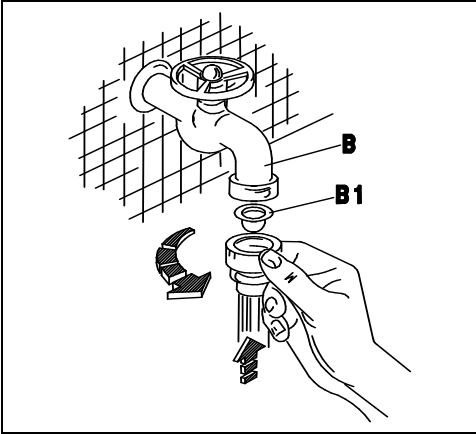
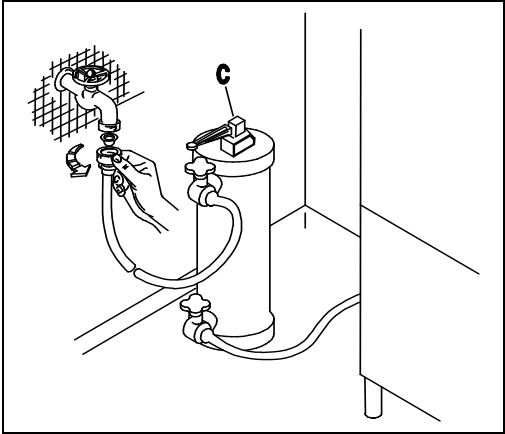
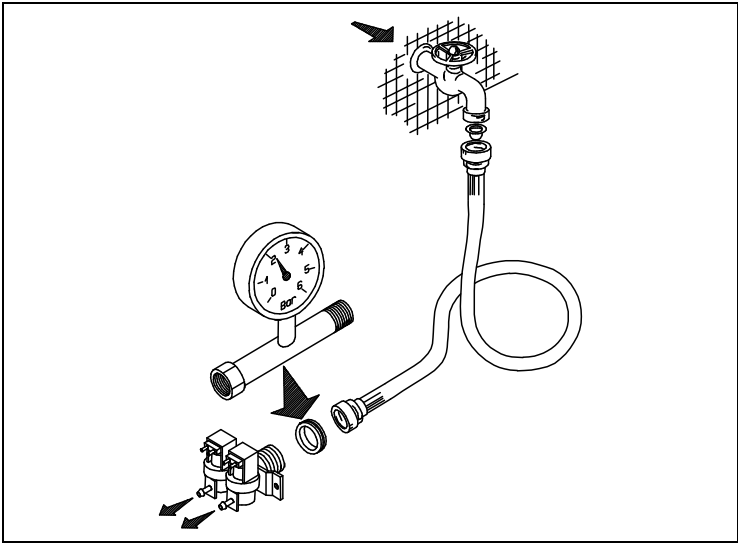
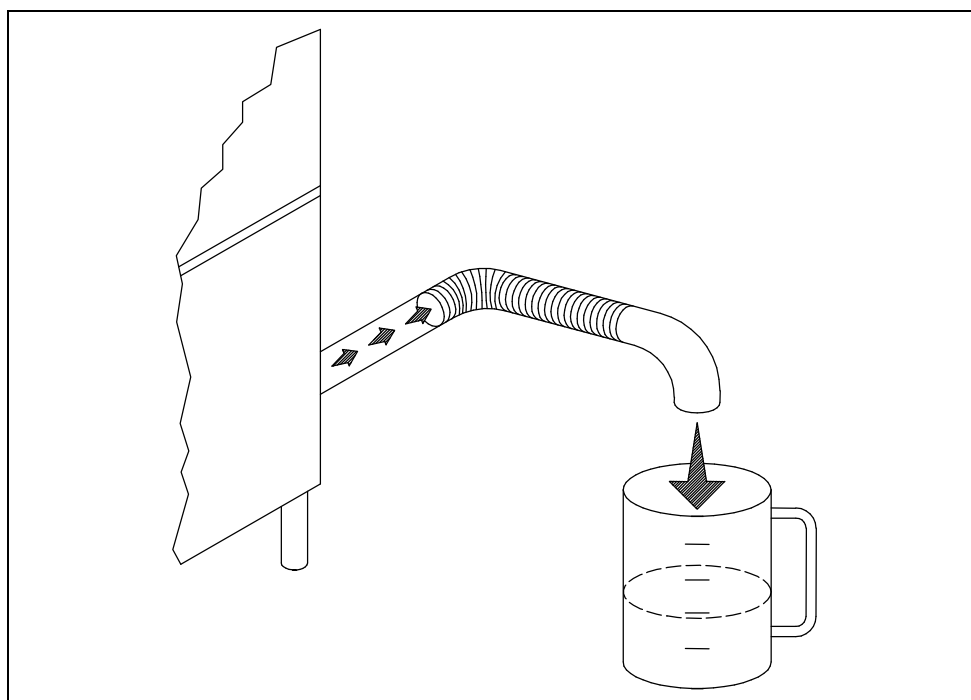

Fig. 2-2
Fig. 2-3
Fig. 2-4
Fig. 2-5
- L'apparecchio è previsto per l'allacciamento all'acqua fredda o calda (max 50 ÷ 55°C), con una pressione a valvola aperta come indicato nella Tab. 2-1. In caso di pressione superiore alla massima consigliata, bisogna installare un riduttore di pressione. In caso di pressione inferiore alla minima consigliata, bisogna installare una pompa di aumento pressione di max 0.5 Hp, con una portata di 20 L/min ed una prevalenza di 15÷20 mt.. Il controllo della pressione deve essere effettuato all'ingresso dell'elettrovalvola (ved. fig.2-4). La condotta dell'acqua deve avere un diametro interno di almeno 16/18 mm (ved.fig.2-5). Collegare il tubo di carico acqua dell'apparecchio ad un rubinetto d'intercettazione (B),posto preferibilmente nelle immediate vicinanze dell'apparecchio, interponendo l'apposito filtro in dotazione (B1) (ved. fig.2-2). Si consiglia l'installazione di un decalcificatore (C) (non in dotazione), montato a monte dell' elettrovalvola della macchina (ved. fig.2-3).
- The appliance is designed for connection to the cold or hot water supply (max. 50-55°C) at a mains pressure with the valve open as shown in Table 2-1 and a minimum output of 10 litres/min. If pressure exceeds the maximum, fit a pressure reducer. If pressure is lower than the minimum, fit a pressure booster pump of max. 0.5 HP, with an output of 20 litres/min. and a head of 15÷20 metres. Pressure must be measured at the solenoid valve inlet (see fig. 2-4). The water pipes must have an internal diameter of at least 16/18 mm (see fig. 2-5). Connect the appliance water supply pipe to a cut-out tap (B), preferably placed close to the appliance, fitting the special filter provided (B1) (see fig. 2-2). We recommend fitting a water softener (C) (not provided) upstream from the machine solenoid valve (see fig. 2-3).
- Das Gerät ist für den Anschluss an Warm-und Kaltwasser (max. 50-55°C) vorgesehen, wobei der Druck bei offenem Ventil dem in Tab. 2-1. Bei höherem Druck als dem empfohlenen einen Druckminderer installieren. Bei niedrigeren Druck als empfohlen eine Druckerhöhungspumpe mit max. 0,5 PS , einer Förderleistung von 20l/min und einer Förderhöhe von 15-20m installieren. Die Druckkontrolle muss am Eingang des Elektroventils erfolgen (siehe Bild 2-4). Die Wasserleitung muss einen Innendurchmesser von mindestens 16/18 mm aufweisen (siehe Bild 2-5). Den Zulaufschlauch des Gerätes an einen möglichst nahegelegenen Wasserhahn (B) anschliessen und den vorgesehenen Filter (B1) anbringen (siehe Bild 2-2). Der Einbau eines Etkalkers (C) wird empfohlen; dieser gehört nicht zur Ausstattung und muss vor dem Elektroventil der Maschine eingebaut werden. (siehe Bild 2-3).
- L'appareil peut être raccordé à l'eau froide ou chaude (50:55°C max) à une pression, soupape ouverte, comme indiqué dans le tableau 2-1. Si la pression dépasse la pression maximum conseillée, il faut installer un réducteur de pression. Si la pression est inférieure à la pression minimum conseillée, il faut installer une pompe pour faire augmenter la pression de 0,5 Hp max., à un débit de 20 litres /min et à une hauteur d'élévation de 15-20 m. Le contrôle de la pression sera effectué à l'entrée de l'électrovanne (voir fig. 2-4). Les conduites d'eau auront un diamètre interne d'au moins 16/18 mm (voir fig. 2-5). Raccorder la conduite d'arrivée de l'eau de l'appareil à un robinet secondaire (B), installé si possible tout près de l'appareil, après avoir intercalé le filtre spécial fourni (B1) (voir fig. 2-2). Nous conseillons d'installer un adoucisseur (C) (non fourni) qui sera monté en amont de l'électrovanne de la machine (voir fig. 2-3).
- Este aparato se puede alimentar con agua caliente o fría (máx. 50 ÷ 55°C); la presión del agua con válvula abierta está indicada en la tabla 2-1. En caso de que la presión fuera superior a la máxima que se aconseja, instale un reductor de presión; si fuera demasiado baja, instale una bomba de aumento de presión de 0,5 Hp (máximo), con un caudal de 20 litros por minuto y una altura de elevación de 15 a 20 m. El control de la presión se debe efectuar en la entrada de la electroválvula (véase fig. 2-4). La tubería del agua debe tener un diámetro interior de 16-18 m. por lo menos (véase fig. 2-5). Conecte el tubo de alimentación del agua del aparato a un grifo de paso (B), que irá montado preferentemente muy cerca del aparato, tras interponer el filtro (B1) del equipamiento base (véase fig. 2-2). Es aconsejable instalar un descalcificador (C) (que no forma parte del equipamiento base). El descalcificador irá montado antes de la electroválvula de la máquina (véase fig. 2-3).